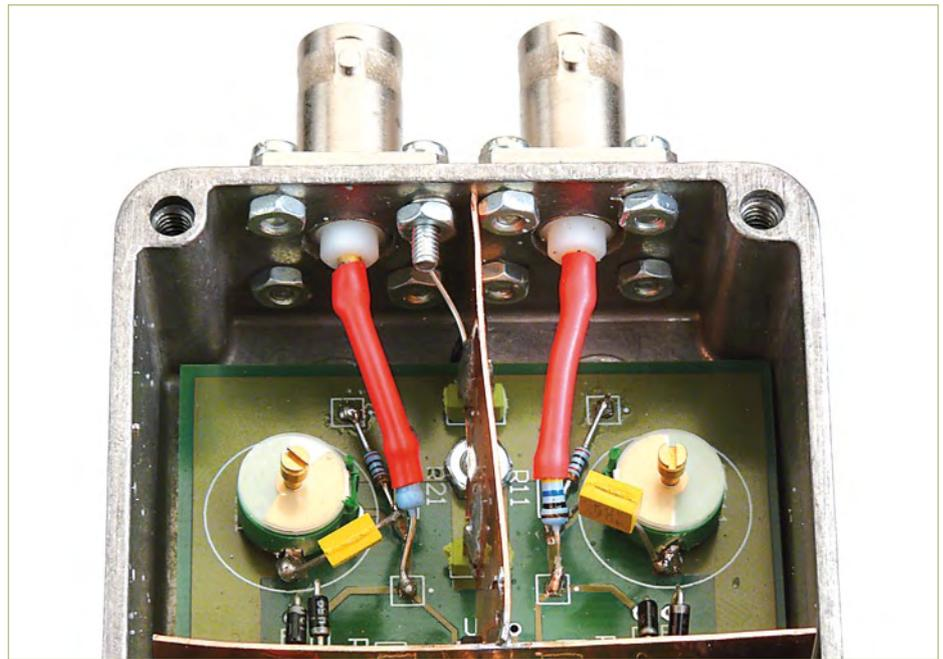

Bild 4. Der Aufbau der Eingangsstufe.
**Bild 4** zeigt den Aufbau der Eingangsstufe. Die beiden Eingangswiderstände sind zur Verringerung von Leckströmen mit Schrumpfschlauch isoliert. Bei den beiden Trimmkondensatoren sind zusätzliche Keramik Kondensatoren parallel geschaltet, um den Kompensationsbereich zu erweitern.